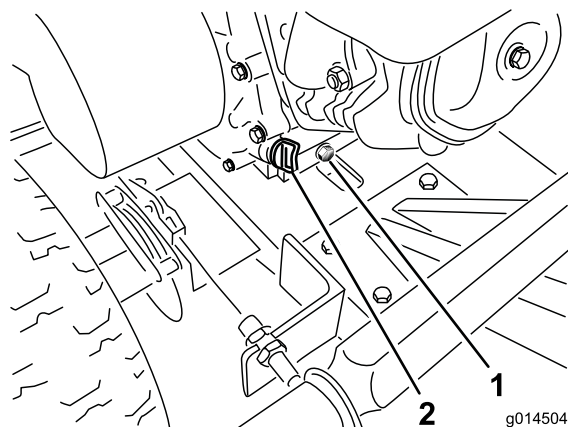

Figure 12
- Retirez le bouchon de vidange et vidangez l'huile par la fente du cadre (Figure 12).
- Enlevez le bouchon de remplissage et versez lentement environ 80 % de la quantité d'huile spécifiée dans le moteur (Figure 12).